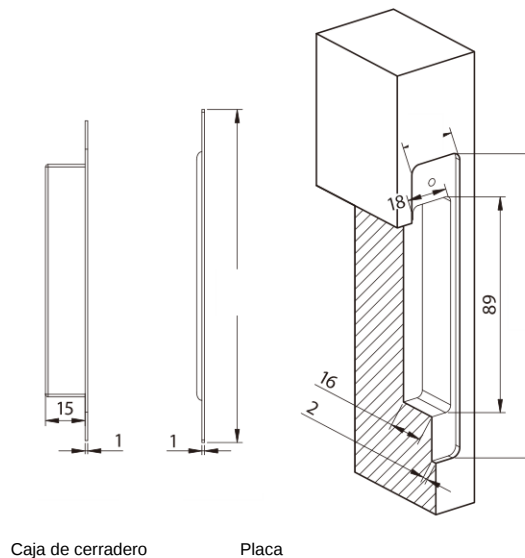

Fig.2
2. Instale la Placa como se muestra en Fig. 2: ancho 23 mm, longitud 127 mm.